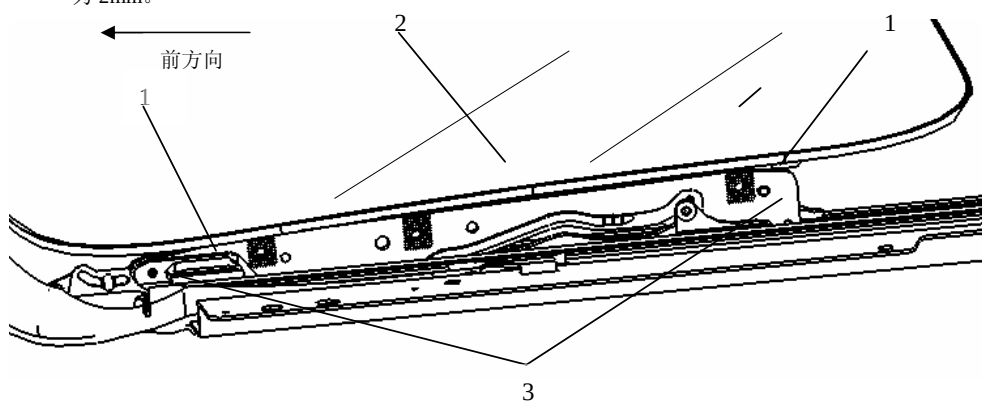

图 8-87 加装垫片调整
2. 松开螺母，并在玻璃窗框和玻璃托架之间装入垫片调整（见图 8-87），其前后垫片厚度的最大值为 2mm。